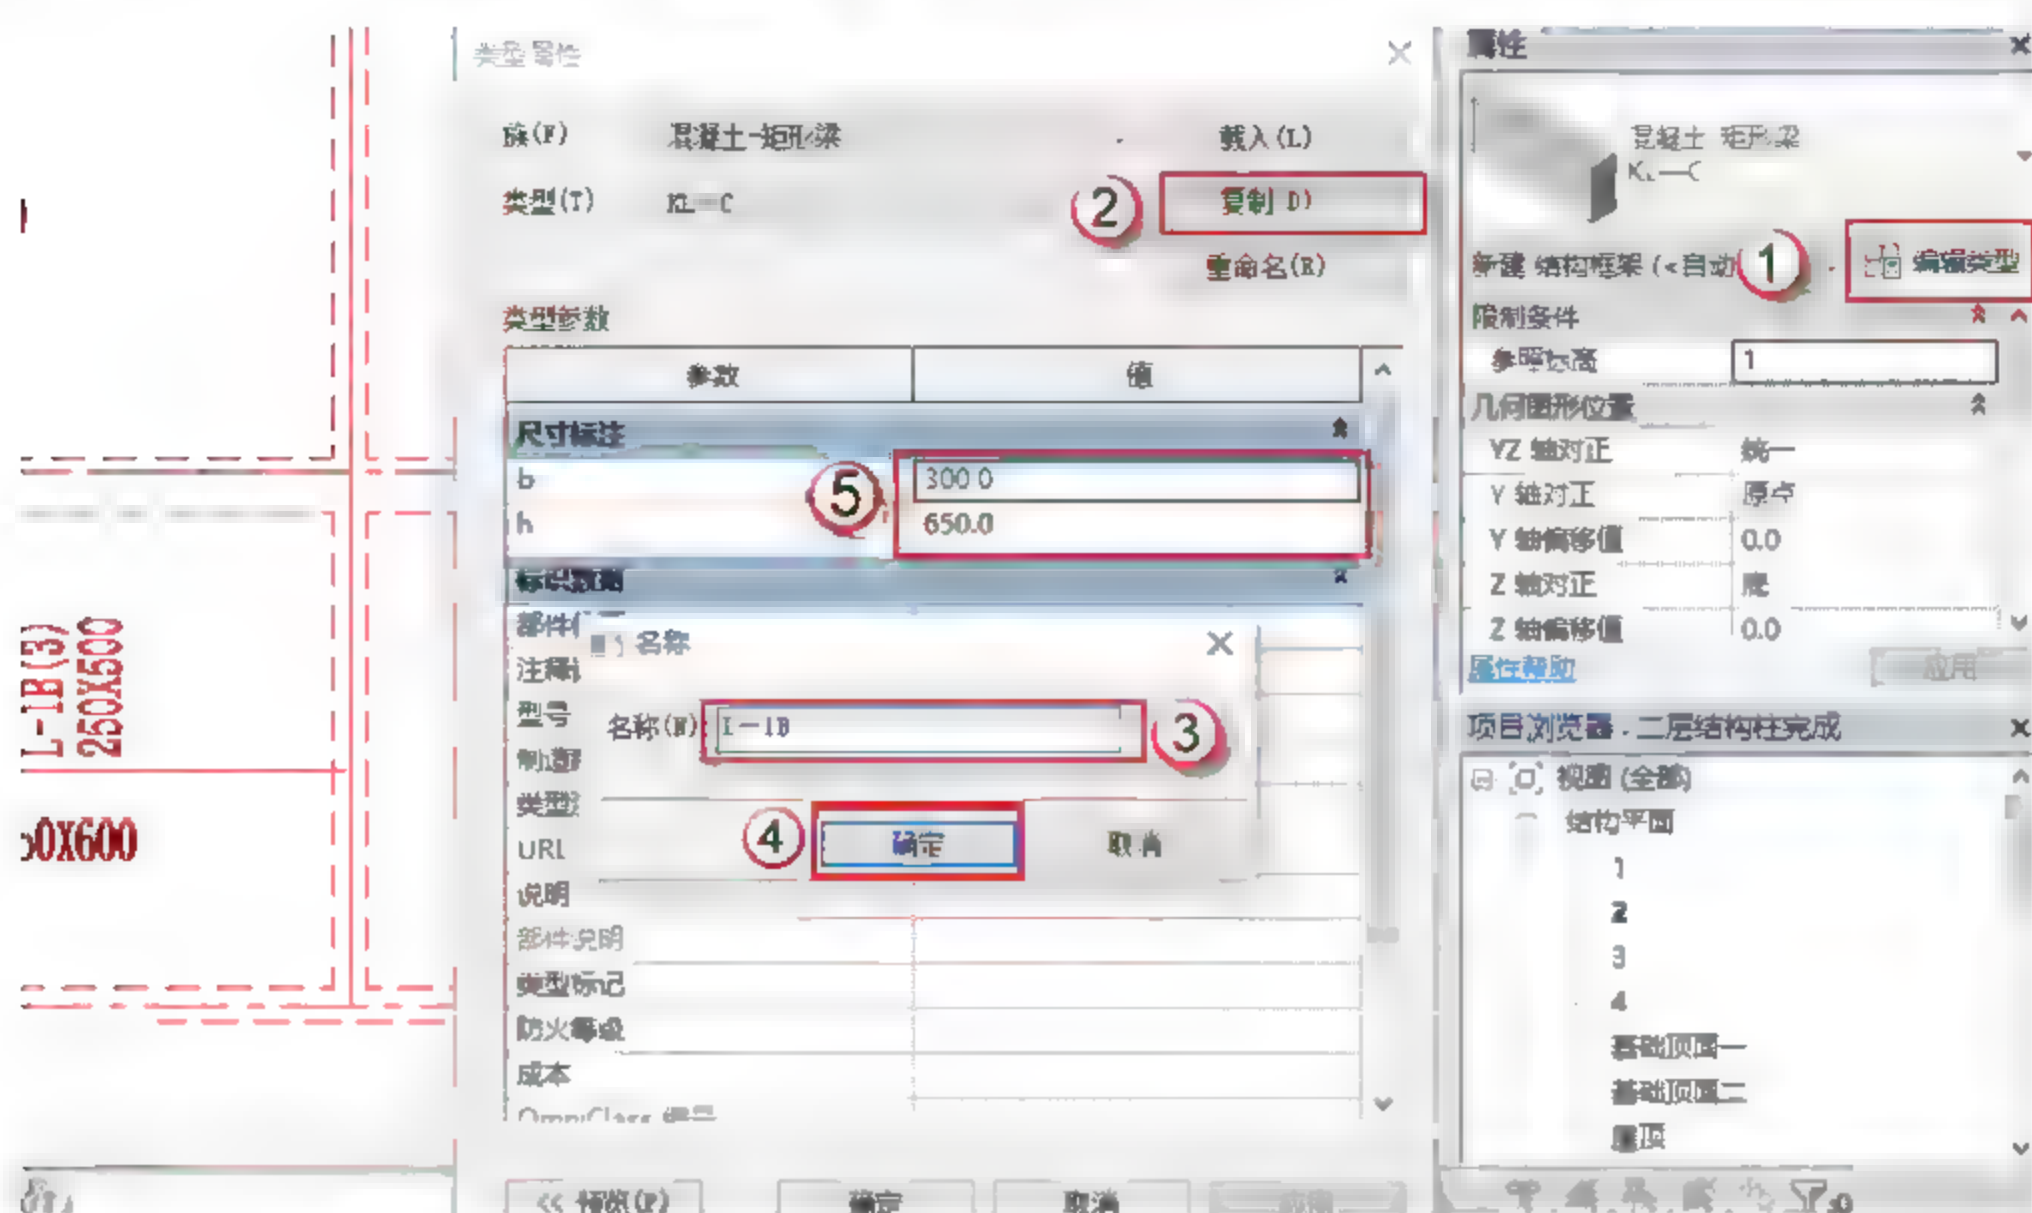

图 4.2.80 设置 L-1B 参数
(5) 设置矩形梁 L-1B 参数, 按快捷键 **B+M**, 出现绘制的界面, 单击“编辑类型”按钮, 在弹出的对话框中单击“复制”按钮, 再在弹出的对话框中命名新的族 L-1B, 单击“确定”按钮。在“尺寸标注”栏设置参数, 如图 4.2.80 所示。